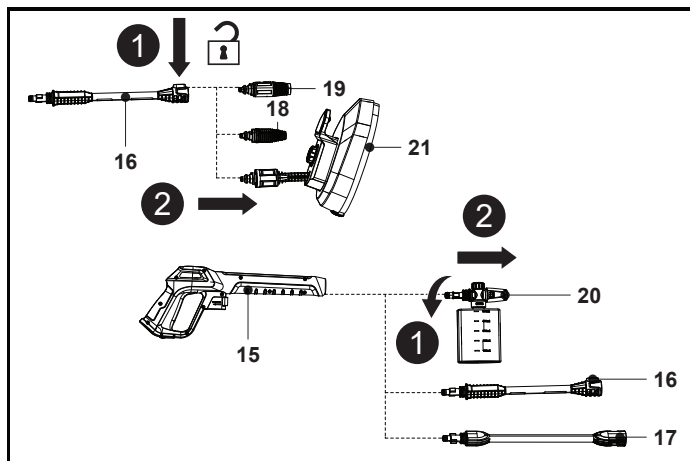

Fig. 19
1. Déconnecter la buse (18/19/21) de la lance télescopique (16) ; déconnecter la buse pour flacon de détergent (20), la lance télescopique (16), la perche télescopique (17) du pistolet de pulvérisation (15) (Fig. 19).